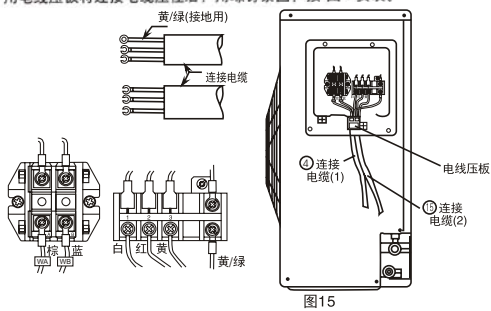

图15
- (1) 把连接电缆按电气接线图所示正确地牢固连接。(紧固力为0.8-1.5N·m)
- (2) 用电线压板将连接电缆压住后, 用螺钉紧固, 按图15安装。